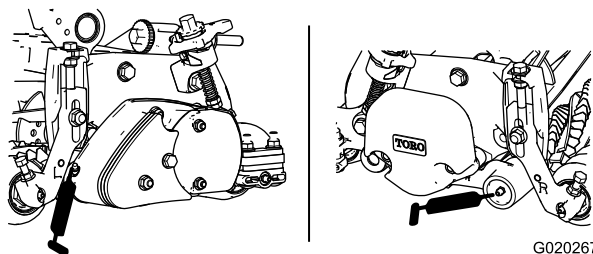

図 16
34. グルーマの各ベアリングにグリスを注入する（注入はポンプで 2～3 回を限度とすること）。図 16を参照。グリスが多すぎると大きな問題が出るので、グリスを入れすぎないように十分注意する。はみ出したグリスはふき取る。